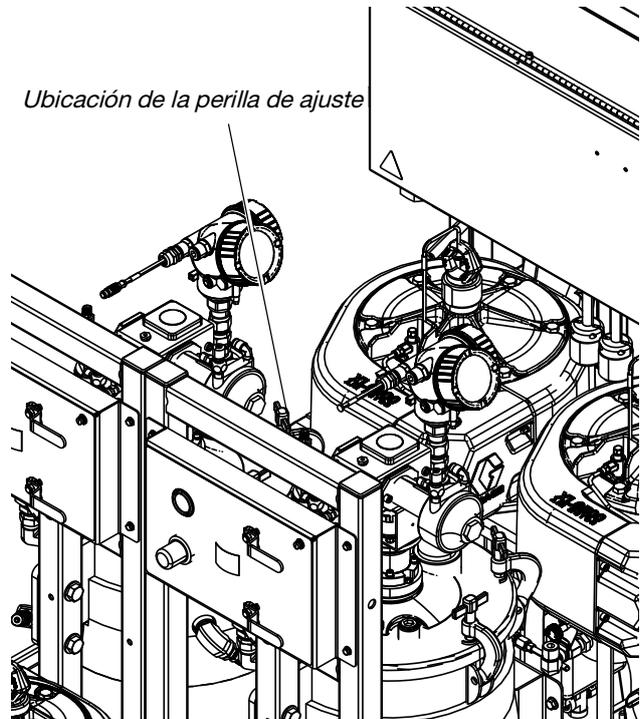

FIG. 28
3. Ajuste la perilla plateada que hay encima de los **Controles de aire del módulo de alimentación**. Si mira los controles de aire del módulo de alimentación, verá la perilla justo por encima de ellos. Consulte la FIG. 28. Ajuste la perilla hasta que la bomba de fluido calefactado del tanque alcance aproximadamente 2-3 ciclos por segundo.